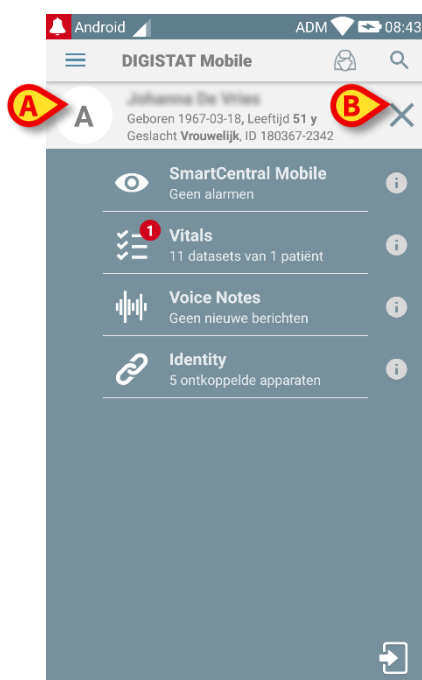

Fig 37
Op deze manier is de patiënt geselecteerd (Fig 37).
De patiëntgegevens zijn bovenaan de pagina weergegeven (Fig 37 **A**). Alle gegevens in alle DIGISTAT® Mobile modules zijn nu op patiënt gefilterd (d.w.z. alle alarmen/meldingen voor uitsluitend de geselecteerde patiënt worden weergegeven).
- Druk op het kruis aangegeven in Fig 37 **B** om de patiënt te deselecteren en naar de "Alle Patiënten"-modus terug te keren.
Op deze manier is de patiënt geselecteerd. Het scherm dat wordt getoond in Fig 37 (voorbeeld) verschijnt.
Op deze manier is de patiënt geselecteerd. Het scherm dat wordt getoond in Fig 37 verschijnt.